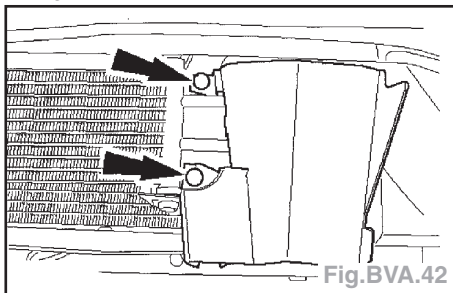

Fig.BVA.42
- Déposer les clips et le couvercle gauche (Fig.BVA.42).